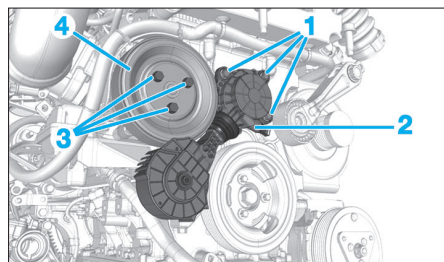

Fig. 48
- les vis (1) (Fig.48),
- la roue de friction (2),
- les vis (3),
- la poulie (4).